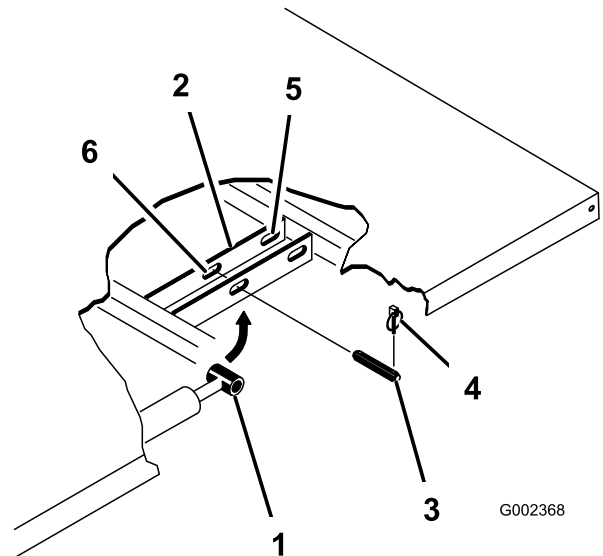

Bild 3
2. Nehmen Sie die Klappstecker von den äußeren Enden der Lastösenbolzen der Zylinderstange (Bild 3) ab.
3. Nehmen Sie die Lastösenbolzen ab, mit denen die Zylinderstangenenden an den Pritschenbefestigungsplatten befestigt sind. Drücken Sie die Bolzen hierfür nach innen (Bild 3).